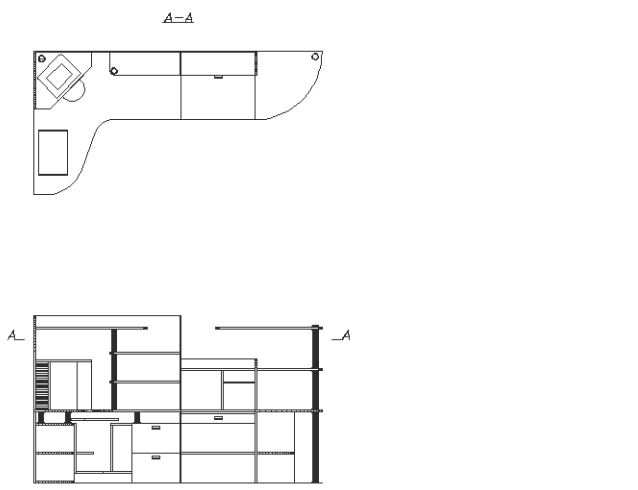

Рис. 10.10 ▼ Создана линия подчеркивания в обозначении разреза А–А
12. Удалите вертикальные линии, по которым была обрезана линия подчеркивания, и переместите последнюю на слой Штриховка 1495 (рис. 10.10).